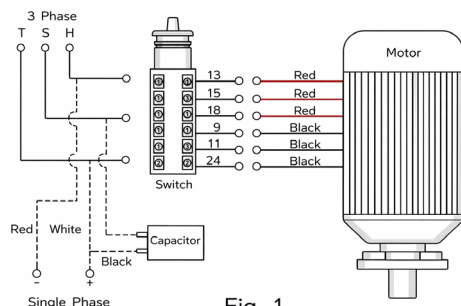

Fig. 1
- O fornecimento inclui motor trifásico. Fig. 1